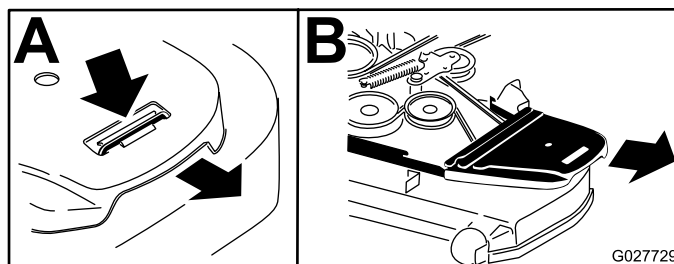

Figure 58
- Déposez les protège-courroies (Figure 58).